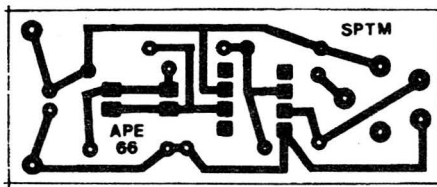

Fig.2
- FIG. 2 - LAY OUT DO CIRCUITO IMPRESSO ESPECÍFICO - A plaquinha, reduzida, estreita e longa, teve seu arranjo de ilhas e pistas (diagrama em tamanho natural, na figura...) cobreadas desenhado visando boa compactação, porém (como sempre fazemos aqui em APE...) sem excessivos *apertos*... A confecção do impresso deve seguir as normas e recomendações já veiculadas várias vezes na nossa Revista, guardando-se todos os cuidados e atenções recomendados à exaustão... Quem for ainda *começante* no assunto, pode recorrer às valiosas informações e dicas fornecidas nas **INSTRUÇÕES GERAIS PARA AS MONTAGENS**... De qualquer modo, uma boa verificação final é importante, ainda antes
- FIG. 4 - CHAPEADO DA MONTAGEM - A colocação dos principais componentes sobre o lado não cobreado da placa é detalhada no diagrama, costumeiramente chamado em APE de *chapeado*. Cada peça está devidamente identificada pelos seu valor, código, polaridade de terminais, estilização *reconhecível* do seu desenho físico ou do seu próprio símbolo esquemático, de modo que nunca fiquem dúvidas ao montador, mesmo sendo um principiante... De qualquer modo, alguns pontos merecem atenção especial... É o caso do integrado, cuja extremidade marcada deve ficar voltada para os resistores de 47K e 22K, ao alto da plaquinha (na posição em que é vista no desenho...). Também o capacitor eletrolítico tem terminais polarizados (a indicação das pernas **positiva** e **negativa** é normalmente feita pelo fabricante, no próprio *corpo* do componente...) devendo ser respeitado seu posicionamento... Finalmente (ainda quanto aos componentes com posição única e certa de inserção e soldagem...), os LEDs (rever a FIG. 3) estão com suas cores indicadas pelas abreviações **VM** e **VD**, respectivamente para a cor **vermelha** e **verde**... Seu posicionamento também está referenciado pelos lados chanfrados, claramente indicados... Quanto aos resistores, o importante é respeitar os locais de inserção, em função dos valores dos ditos componentes... Quem ainda não tiver muita prática na leitura dos valores, pode recorrer, sem vergonha, ao **TABELAO APE**... Um último *toque*: os terminais do *trim-pot*, além de precisarem de uma eventual retificação (feita cuidadosamente com o auxílio de um alicate de bico...) requerem furos com diâmetro um pouco maior do que o pedido pelos terminais dos demais componentes (é por isso que as respectivas ilhas, no *lay out* - FIG. 2, são nitidamente maiores...). No mais, é conferir tudo após as soldagens, aproveitando para verificar a integridade dos pontos de solda, para só então cortar as *sobras das pernas* e terminais (pelo lado cobreado...).